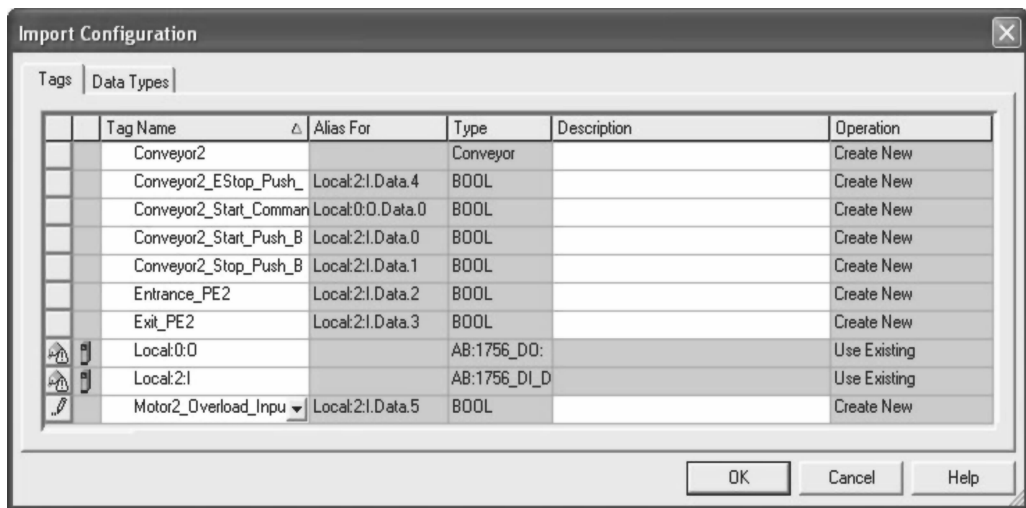

图 13-18 “导入组态”窗口
20. 弹出“导入组态”(Import Configuration) 窗口后, 更改标签的名称(方式与 Conveyor1 相同), 如图 13-18 所示。首先需要在标签名称中添加“2”, 就像此前添加 Conveyor1 那样。